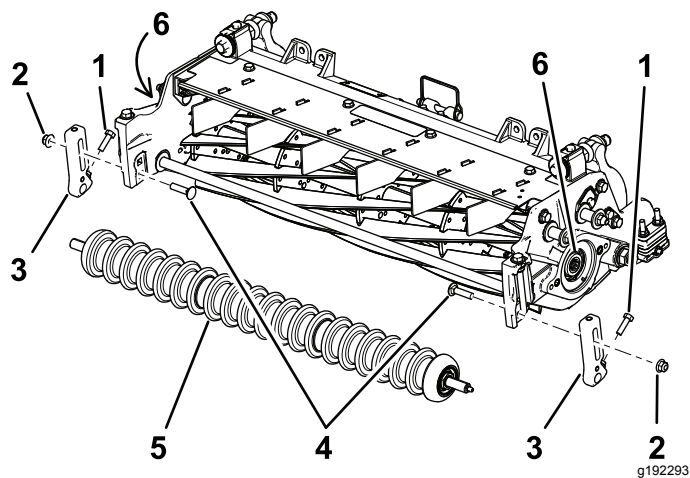

图3
2. 拆下把剪草高度HOC支架固定到滚刀组侧板上的托架螺栓和锁紧螺母 图3。
3. 旋松将剪草高度支架固定至前滚筒轴上的螺丝 图3。
4. 从滚刀组侧板上拆下现有剪草高度支架和前滚筒 图3。
6. 使用滚刀驱动轴工具 零件号 TOR4074 用于 17.8cm 滚刀从滚刀轴的两端卸下并丢弃现有花键插入件。请参阅 图3。